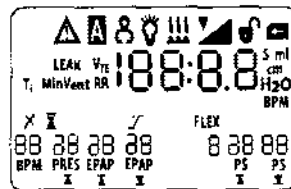

Figura 6-1 Pantalla Autodiagnóstico
- a. La primera pantalla que aparece es la de autodiagnóstico que se muestra en la Figura 6-1. Es una prueba interna realizada por el dispositivo.